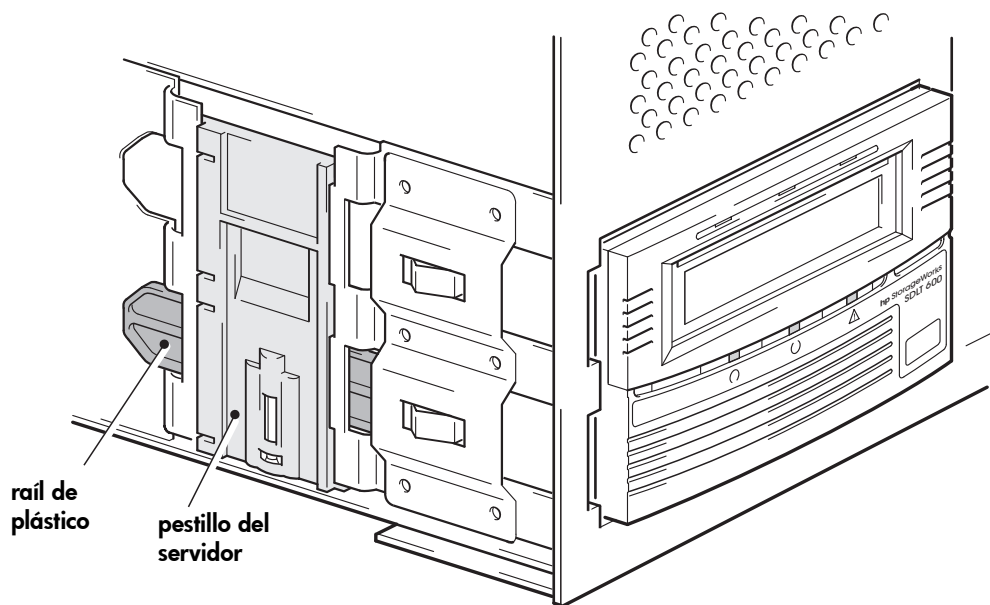

Figura 8a: sujeción de la unidad a los elementos de montaje
- 1 Empuje la unidad de cinta firmemente para introducirla en el compartimento y asegúrese de que el pestillo del servidor está bloqueado en su sitio, según se muestra en la Figura 8a.